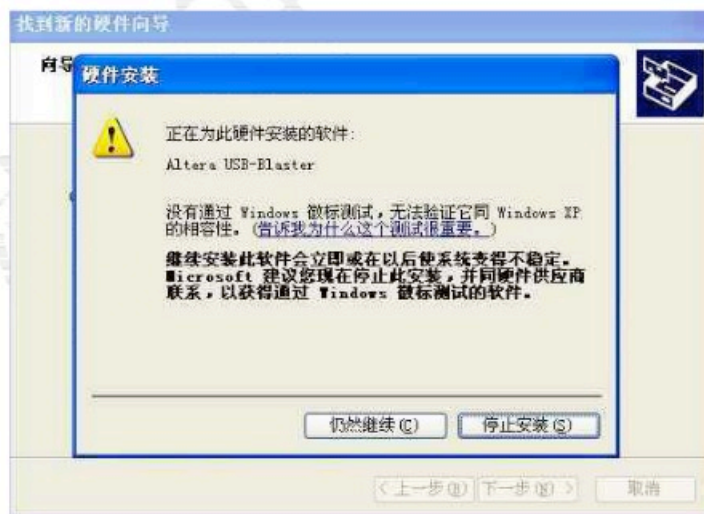

图 1-6 安装驱动第四步
6. 此时系统会安装驱动程序，稍等片刻，系统会弹出图 1-6 所示的提示对话框（由于该驱动程序未经过微软的徽标测试），此时点击【仍然继续】，继续安装驱动。